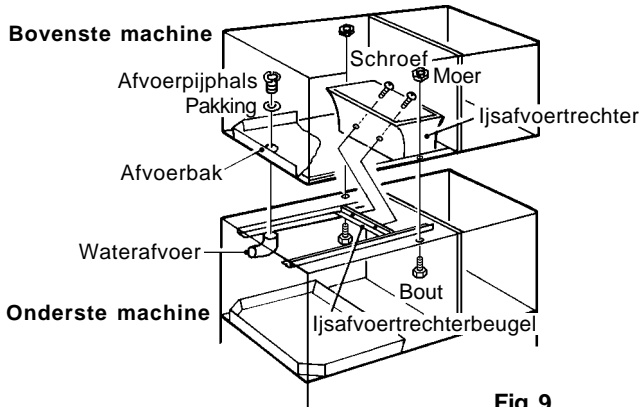

Fig. 9
- 11) Bevestig de bovenste of middelste machine aan de onderste. Zie fig. 9.
- 12) Bevestig de twee machines met de twee meegeleverde bouten en moeren aan elkaar. Zie fig. 9.
machine) aan en draai de afvoerpijphals (accessoire onderste machine) vast. Zie fig. 9.